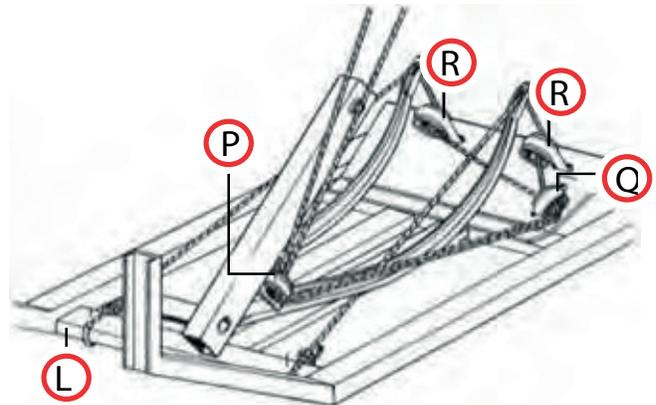

Fig.7
- a) ANUDADOR DE HILO (Fig. 7) los bujes (P), (Q) y (R) están gastados.